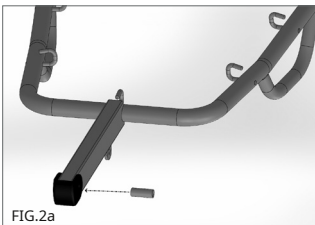

FIG.2a
3. Introduceți bușa în orificiul brațului prevăzut pentru fixarea îmbinării cu coloana (Fig. 2a)